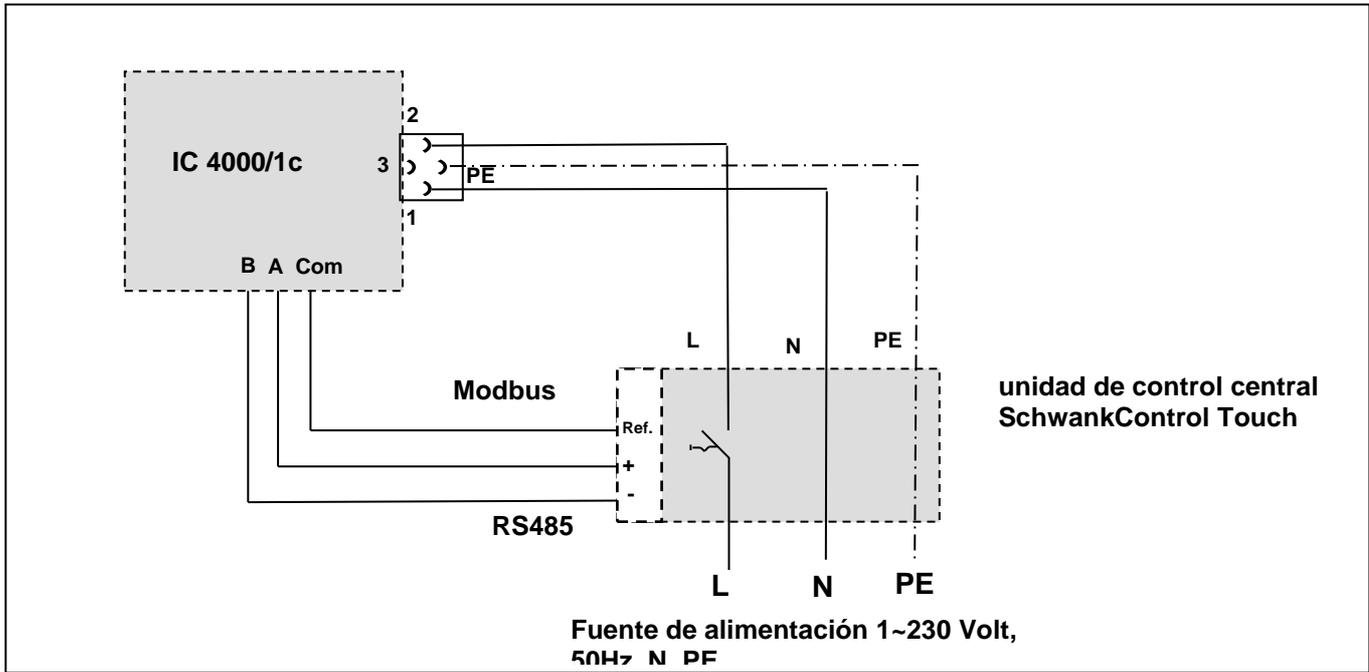

Fig. 32: Diagrama de conexión del kit de quemador bluTek deltaSchwank
- ⇒ Enrute un cable flexible MODBUS de 3 hilos [máx. 3 x 0,5 mm2] para la conexión Modbus en el pasacables libre de la unidad de control del quemador IC 4000/1 y conéctelo siguiendo el diagrama de conexión [Fig. 32 página 35].